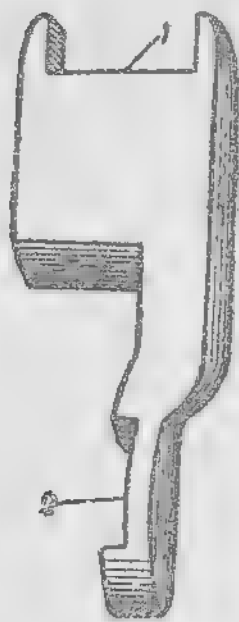

Рис. 16. Ползун:
**17. Ползун** (рис. 16) заставляет головку казенника наклоняться вперед и нажимать на шляпку гильзы, а после выстрела отходить назад. Он движается вверх и вниз в пазах задней стенки рамки; ползун имеет: **вырез** для прохода бойка; **снизу — выемку** для коленчатого выступа спускового крючка (в револьверах прежних годов изготовления, несамовзводных, ползун, кроме того, имеет **зуб**, который упирается в выступ курка и препятствует последнему подниматься при нажатии пальца на спуск).